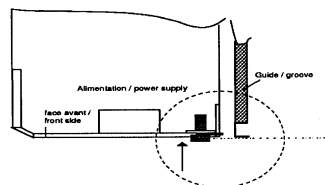

Fig. 9a: Enfichage de l'alimentation à hauteur du guide
- basculer la face avant ① du caisson,
- vérifier la position hors tension de l'interrupteur ② du bloc alimentation
- présenter le bloc alimentation ③ avec la prise secteur ④ à gauche vers le fond du caisson,
- vérifier que la face avant arrive à hauteur des guides (voir figure 9a)
- tourner l'ergot de verrouillage ⑤ vers la glissière de droite,
- serrer la vis du loquet de verrouillage en tournant le bouton ⑥ vers la droite